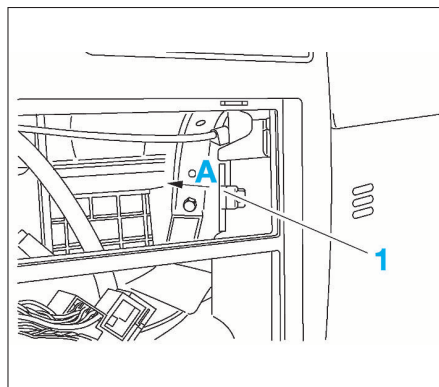

FIG. 24
- Déclipper le support (1) de la sonde et le dégager dans le sens de la flèche (A) (Fig.24).